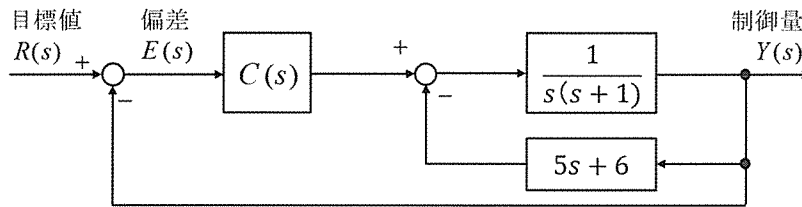

図2 フィードバック制御系
問2 図2のフィードバック制御系について考える。 $R(s), Y(s), E(s)$ は, それぞれ目標値, 制御量, 偏差のラプラス変換を表す。
まず, 図2において, 次の(1)の問いに答えよ。
次に, 図2において $C(s) = 2$ とおく。次の(2)~(3)の問いに答えよ。
最後に, 図2において $C(s) = \frac{K}{s}$ とおく。ただし K は正の実数とする。次の(4)~(5)の問いに答えよ。
(4) 図2のフィードバック制御系を安定にする K の範囲を求めよ。